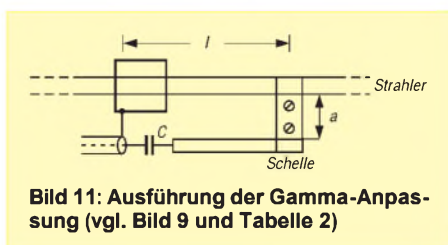

Bild 11: Ausführung der Gamma-Anpassung (vgl. Bild 9 und Tabelle 2)
Tabelle 2: Konstruktion bei Gammaanpassung (s. Bild 11)
3. Klassische Gammaspeisung, Abmessungen wie in Tabelle 2 und Bild 11.